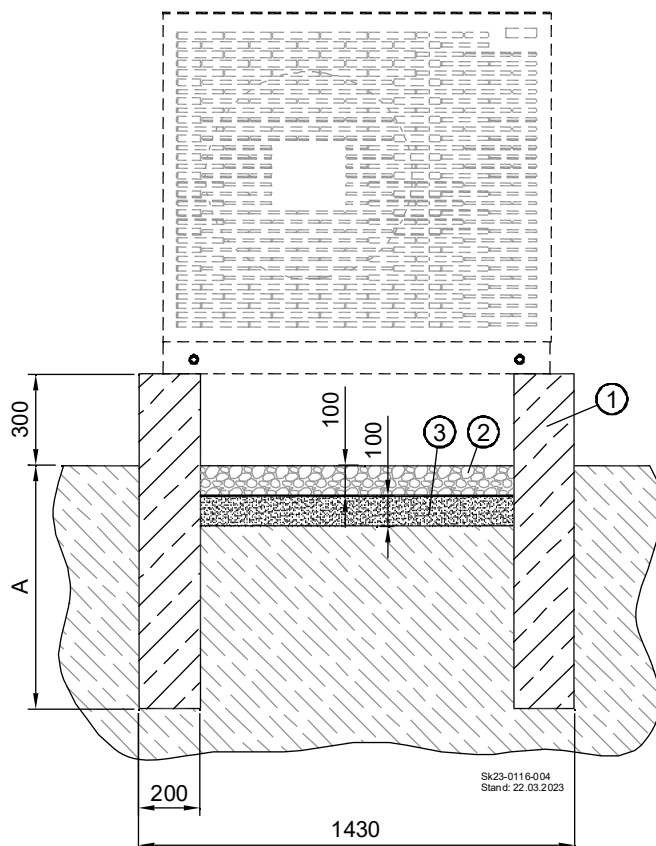

Abb. 4: Maßangaben Streifenfundament
- ➔ Erstellen Sie ein Streifenfundament gem. Abb. 4.
Legende zu Abb. 4: